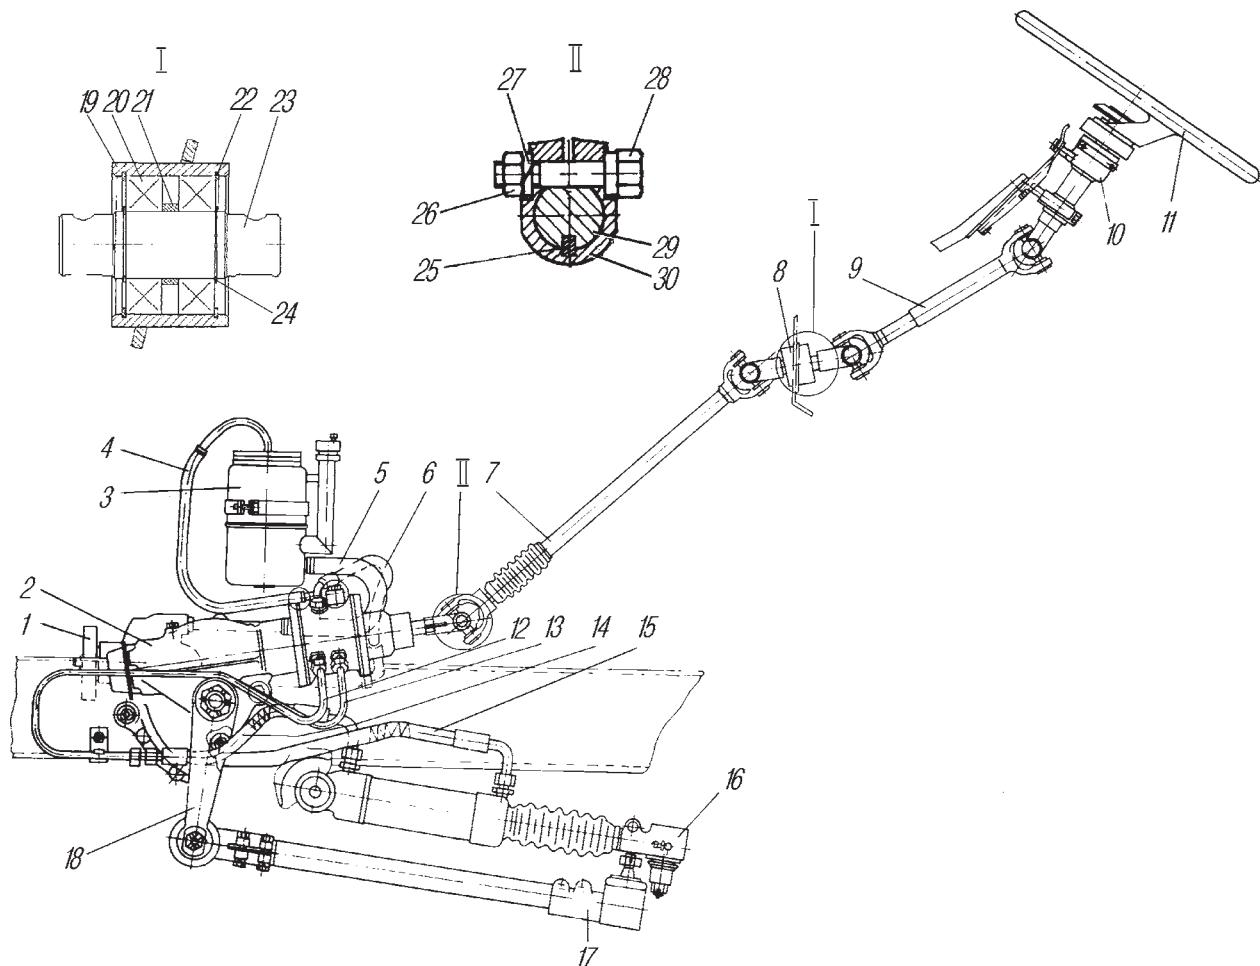
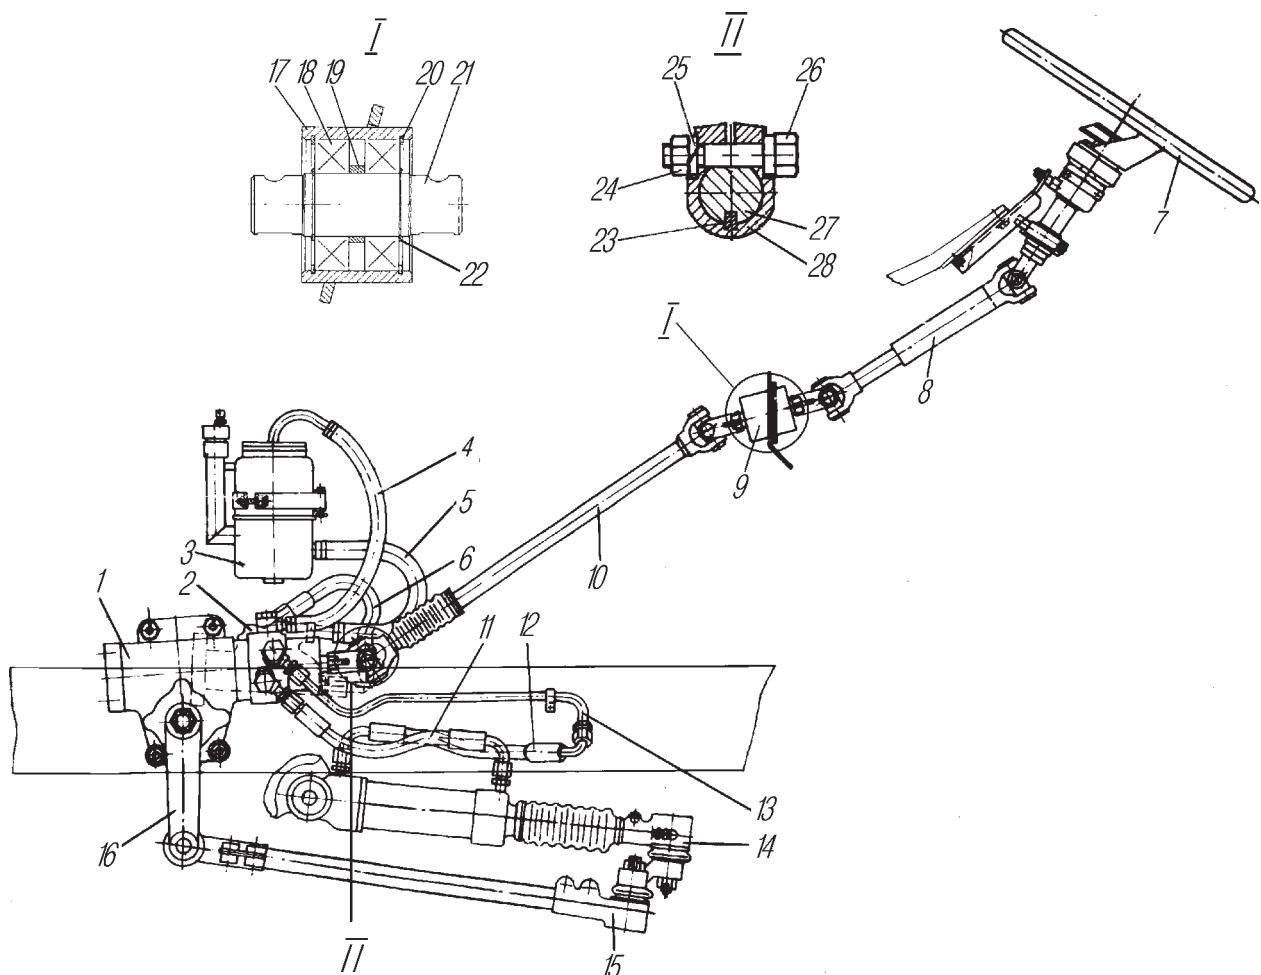

Рис. 56. Рулевое управление с механизмом типа червяк – боковой сектор:
Рис. 57. Рулевое управление с механизмом типа
На автомобилях возможна установка рулевого управления двух исполнений: с рулевым механизмом типа червяк-боковой сектор или винт-шариковая гайка-рейка-сектор, при этом карданные валы 7 (рис. 56) и 10 (рис. 57) отличаются длиной.
**Рулевая колонка** соединяется с рулевым механизмом карданными валами через промежуточную опору 8 (см.рис. 56). В конструкции промежуточной опоры применены подшипники закрытого типа, не требующие смазки.
который непосредственно воздействует на вал 15. Винтовое соединение при этом перемещает золотник и практически не нагружается. При смещении золотника, величина которого ограничена зазором «t» в шлицевом соединении, прекращается доступ рабочей жидкости к кольцевой канавке «f». Жидкость от насоса подается к средней канавке «e», а затем через канал «d» в корпусе и далее по трубопроводу поступает в бесштоковую полость усилительного механизма 14 (см.рис. 57).